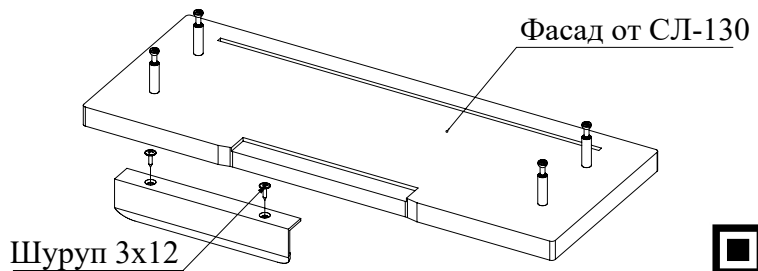

Рис. 8
7. Установите ручки на фасад ящика и закрепите их при помощи шурупов 3x12 (Рис. 8).